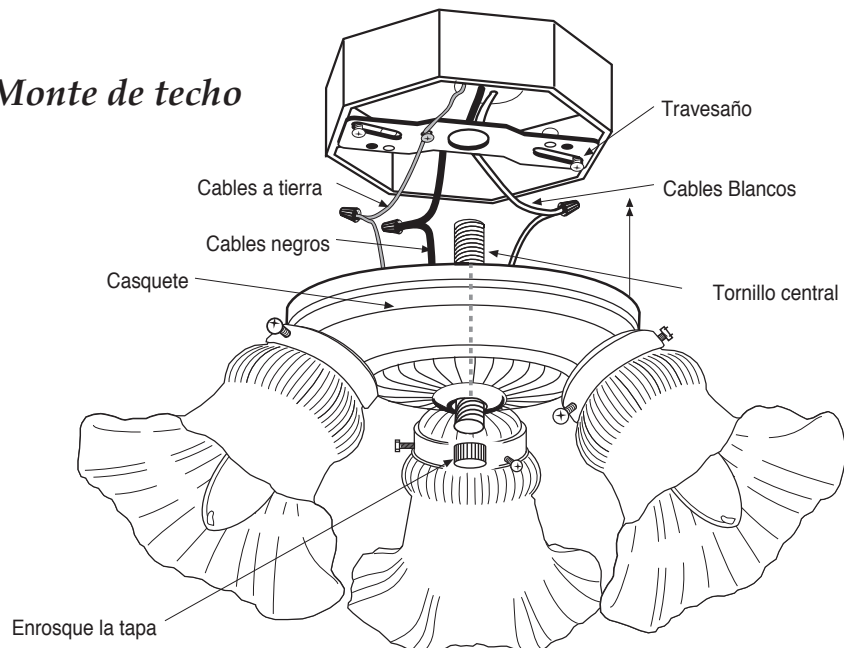

Figura 6
- Para las unidades con vidrio atornillable, destornille el vidrio en sentido contrahorario, coloque la(s) bombilla(s) y atornille nuevamente el vidrio (ver la figura 6).